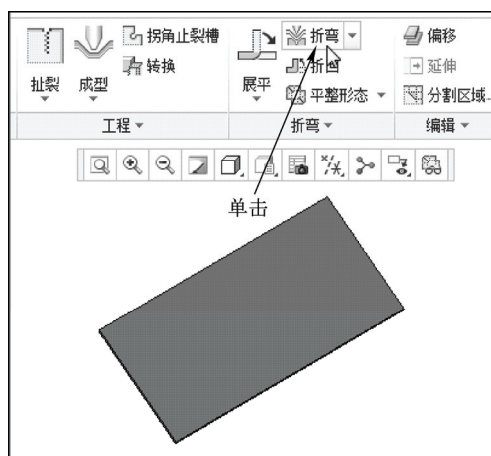

图 13-43 单击“折弯”按钮
STEP 02 在功能区选项板的“模型”选项卡中，单击“折弯”面板中的“折弯”按钮，如图 13-43 所示。